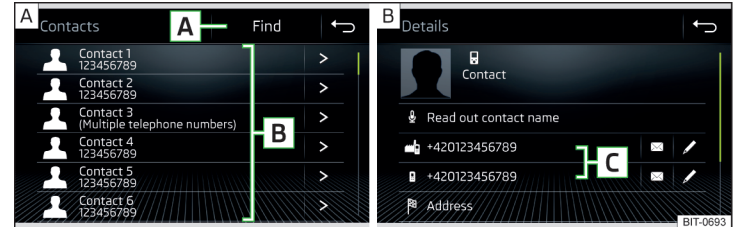

Abb. 152 Liste der Telefonkontakte / Kontaktdetails
► Im Hauptmenü *Telefon* die Funktionsfläche  antippen, es wird eine Liste der Telefonkontakte angezeigt » Abb. 152- [A].